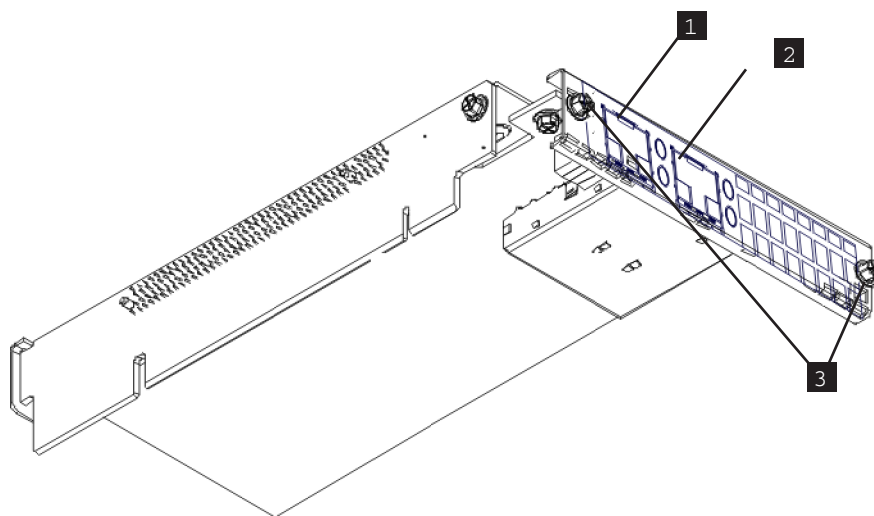

Figura 216. Conjunto da placa riser de Ethernet de 10 Gbps do 2145-CG8 com visualização em corte do trilho traseiro
4. Remova os dois parafusos M3 que conectam o conjunto da placa riser de Ethernet ao trilho traseiro. O conjunto da placa riser de Ethernet de 10 Gbps se conecta ao trilho traseiro com dois parafusos, conforme mostrado na visualização parcial do trilho com o conjunto da placa riser de Ethernet de 10 Gbps conectado em Figura 216.